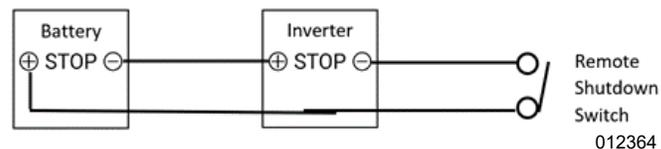

Figure 4-12. Câblage en série de l'interrupteur d'arrêt à distance
1. Bouton ou commutateur unidirectionnel multipolaire normalement fermé (NC) isolé. Le nombre de pôles correspondent au nombre d'entrées STOP (ARRÊT) à raccorder. Tirer une paire de fils séparée entre chaque pôle du commutateur et les entrées STOP de chaque dispositif. La polarité est sans importance dans ce cas.
2. Voir **Figure 4-12**. Les bornes STOP et l'interrupteur d'arrêt à distance peut être câblés en série dans un même circuit. Dans ce cas, la polarité est importante. Raccorder la borne « STOP + » du premier dispositif PWRcell à la borne « STOP - » du deuxième. Raccorder ensuite les deux autres bornes « STOP » à l'interrupteur d'arrêt à distance.